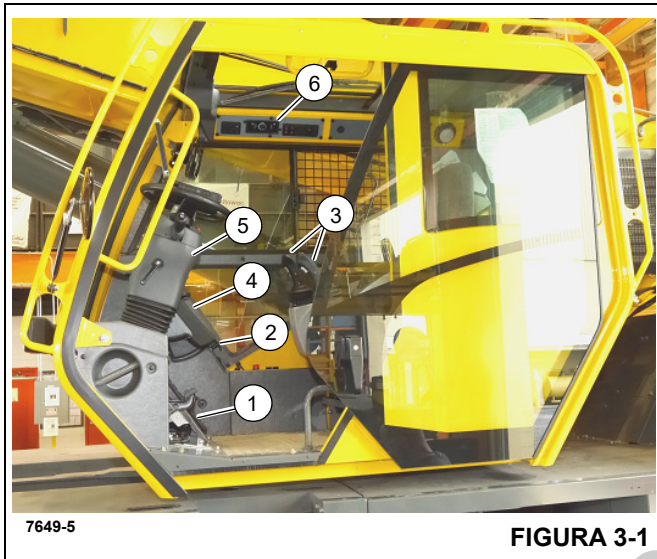
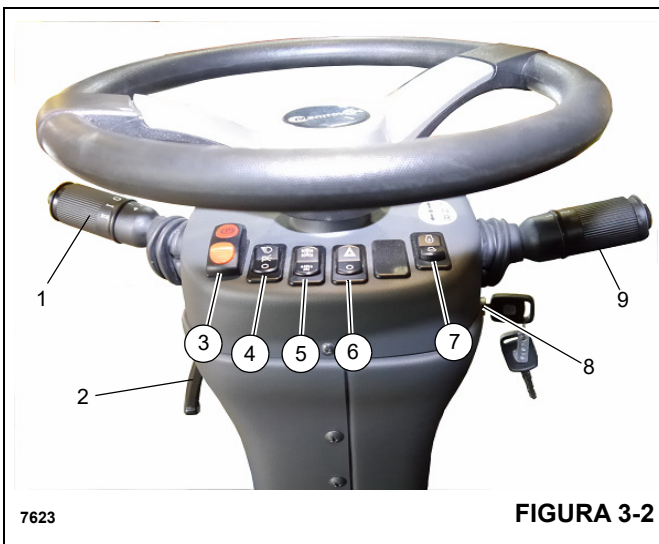

FIGURA 3-1
FIGURA 3-2
Todos los controles e indicadores para el uso y monitoreo de las funciones de la grúa se encuentran en el interior de la cabina de la grúa (Figura 3-1).
El conjunto de la columna de dirección (5) (Figura 3-1) es una columna de dirección telescópica e inclinable tipo pedestal. Tiene la capacidad de inclinarse 30° hacia atrás o levantarse verticalmente 60 mm (2.3 pulg). Incluye el interruptor de encendido y otros interruptores de control (Figura 3-2).
La palanca de los señalizadores de viraje y los controles del limpia/lavaparabrisas (1) (Figura 3-2) se encuentran en el lado izquierdo de la columna de la dirección. Empuje la palanca de señalizadores de viraje hacia abajo para que las luces señalizadoras delantera y trasera izquierdas destellen. Empuje la palanca de señalizadores de viraje hacia arriba para que las luces señalizadoras delantera y trasera derechas destellen.
La columna de control de dirección se puede girar hacia atrás a aproximadamente 30° y se puede elevar aproximadamente 60 mm (2.3 pulg). Gire la palanca de control (2) (Figura 3-2) hacia abajo para bloquear la columna de dirección en su lugar. Al girar la palanca hacia arriba, se libera la columna de dirección para hacer los ajustes.
El control del freno de estacionamiento (3) (Figura 3-2) se encuentra en la parte delantera de la columna de dirección. Este interruptor de dos posiciones (ON/OFF) [encendido/apagado] sirve para aplicar y soltar el freno de estacionamiento instalado en la línea impulsora. La luz indicadora roja del freno de estacionamiento en la pantalla se ilumina al activarse el interruptor de presión en el sistema de liberación del freno y al aplicarse el freno.
El interruptor de faros (4) (Figura 3-2) se encuentra en la parte delantera de la columna de dirección. Este interruptor de tres posiciones (apagado/estacionamiento/faros) controla el funcionamiento de las luces de los medidores, los LED de los controles y las luces de posición en las partes delantera y trasera y los costados de la grúa. El interruptor se ilumina cuando la llave está en la posición ON (marcha) o Start (arranque).
El selector de eje motriz (5) (Figura 3-2) se encuentra en la parte delantera de la columna de dirección y se ilumina cuando la llave está en la posición ON (encendido) o Start (arranque). Este interruptor de dos posiciones se usa para seleccionar la tracción en dos (gama alta) o en cuatro ruedas (gama baja).
El Interruptor de luces de advertencia (6) (Figura 3-2) se encuentra en la parte delantera de la columna de dirección y es un interruptor basculante de dos posiciones ON/OFF
El interruptor de aumento/reducción de velocidad del motor (7) (Figura 3-2) es un interruptor momentáneo de tres posiciones con la posición en el centro mantenida apagada. Utilice este interruptor para ajustar la velocidad (rpm) del motor. Presione la parte superior o inferior del interruptor de aumento/reducción de velocidad del motor para aumentar o disminuir el ralentí lento del motor.
El interruptor de encendido (8) (Figura 3-2) se encuentra en el lado derecho de la columna de dirección y debajo de la palanca de cambios de la transmisión (9). El interruptor accionado por llave tiene tres posiciones: APAGADO [0], MARCHA [1] y ARRANQUE [2].
La palanca de cambios de la transmisión (9) (Figura 3-2) se encuentra en el lado derecho de la columna de la dirección. La palanca de control acciona la válvula selectora de transmisión de manera eléctrica. Si se desplaza la palanca hacia arriba se activan las marchas de avance y si se la desplaza hacia abajo se activan las marchas de retroceso. Cuando la palanca se encuentra en el punto muerto, reposa en un tope. Para poder mover la palanca hacia arriba o hacia abajo, tire de ella hacia arriba primero. Para cambiar la transmisión a primera, segunda o tercera marcha, gire la perilla a la posición 1, 2 o 3.